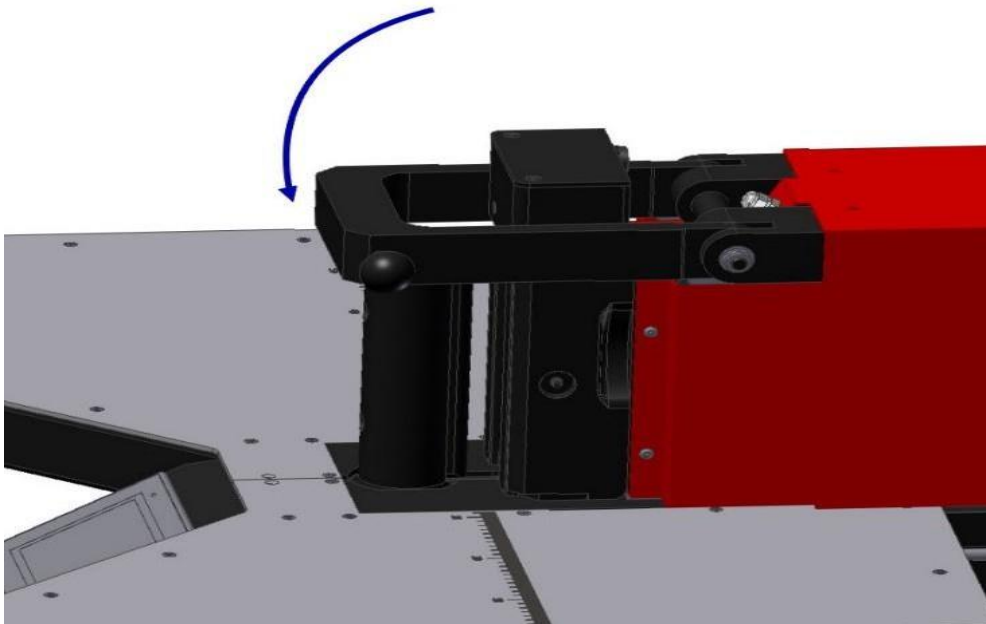

Рис. 34
- Закрийте захисний затиск (рис. 34).
- Закрийте затиск (рис. 34).